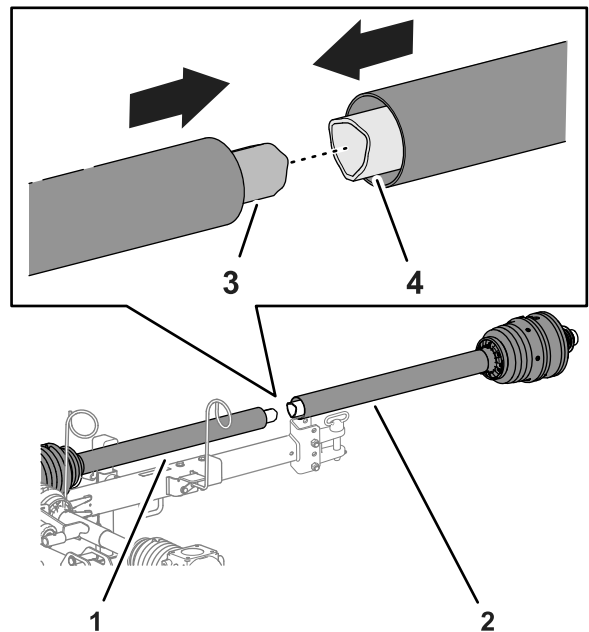

Figura 8
- Alinee el tubo interior de la mitad trasera del árbol de la TDF con el tubo exterior de la mitad delantera del árbol de transmisión de la TDF, y junte los tubos (Figura 8).